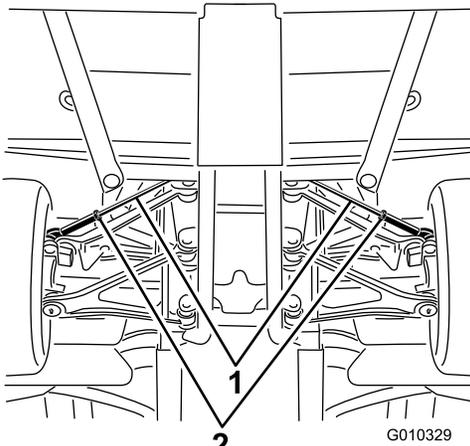

Bild 57
A. Lösen Sie die Klemmutter in der Mitte der Zugstange (Bild 57).